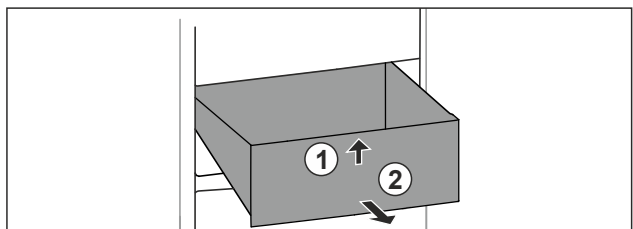

Fig. 136
- Sollevare il cassetto dal davanti. Fig. 136 (1)
- Rimuovere il cassetto tirandolo in avanti. Fig. 136 (2)